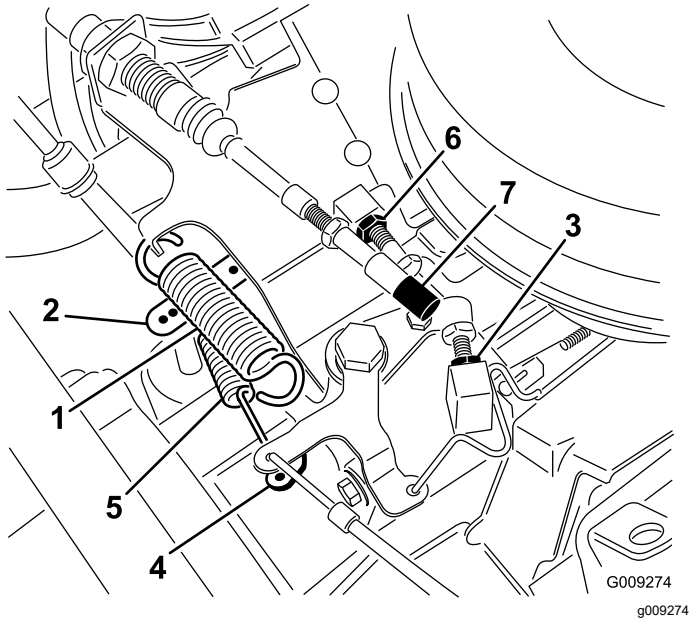

Figura 59
2. Con el muelle de retorno instalado, sujete el brazo del regulador del motor hacia el lado del operador de la máquina y ajuste el tope de ralentí bajo hasta que obtenga una distancia de 0.25 mm – 1.25 mm (0.01"–0.05") entre el diámetro exterior del taladro de la palanca del acelerador y el interior del gancho del muelle del regulador (Figura 59).